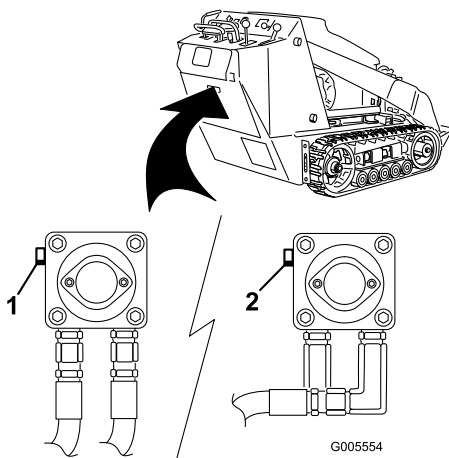

Figure 12
3. A l'aide d'une clé, donnez deux tours dans le sens anti-horaire aux vannes de remorquage situées sur les pompes hydrauliques (Figure 12).